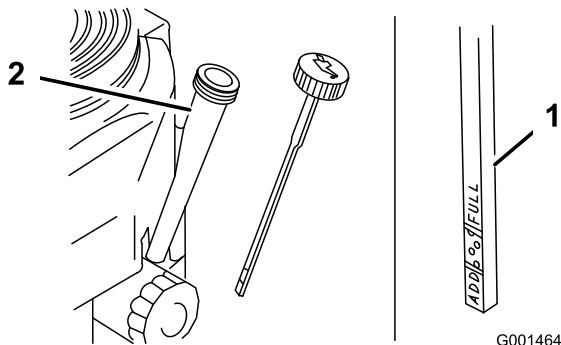

Figura 26
4. Limpe em torno da varela do óleo (Figura 26) para que a sujidade não vá parar ao orifício de enchimento e danifique o motor.
5. Desenrosque a vareta do óleo e limpe a extremidade (Figura 26).
6. Insira a vareta do óleo totalmente no tubo de enchimento, mas não a enrosque no tubo (Figura 26).
8. Lentamente, deite cerca de 80 % do óleo especificado no tubo de enchimento (Figura 26).